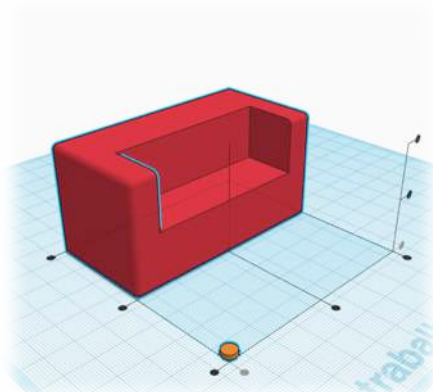

Fig. 1
- ❖ Existe um comando muito útil no Tinkercad e que permite o alinhamento das peças de forma a facilitar todo o trabalho de modelação. Selecionamos as peças que pretendemos estabelecer o alinhamento (Figs 1 e 2) e selecionamos os pontos pretos para especificar os pontos de alinhamento na horizontal ou na vertical: à esquerda, ao centro e à direita. Depois de posicionados os objetos entre si é possível copiar e colocar as cópias criadas nos pontos desejados. Neste exemplo os quatro pés do sofá (Fig. 3).